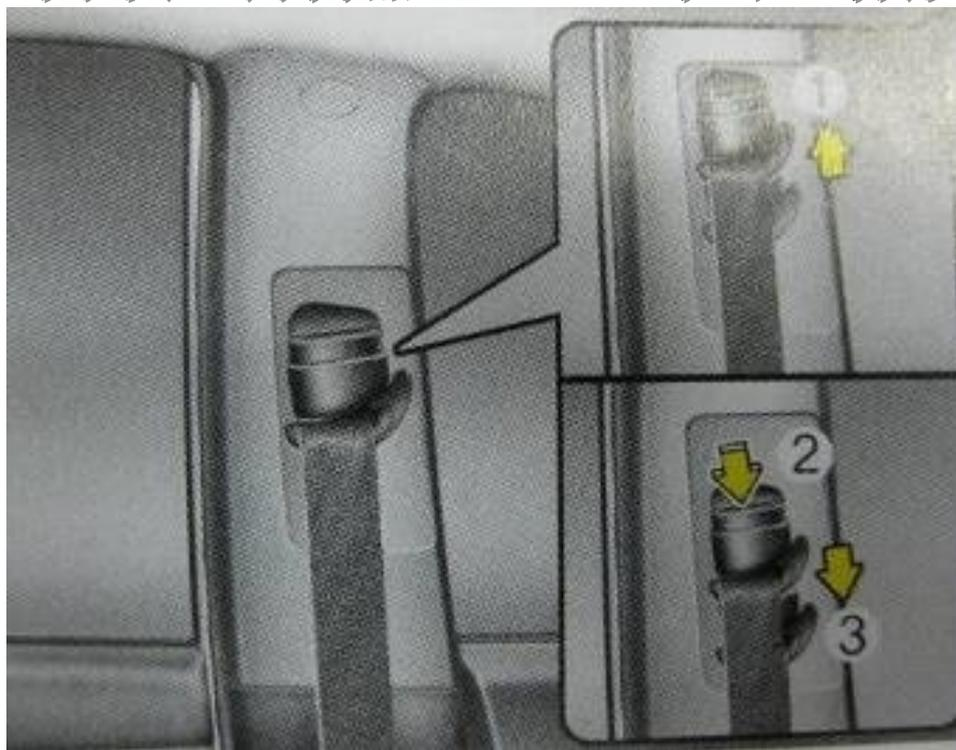

图6-86 安全带高度调整装置
- ❖ 要提高安全带高度调整装置，如图6-86所示向上推（1）即可，要降低安全带高度调整装置，按下高度调整器按钮（2）向下压调制器至（3）即可。释放按钮以锁定固定锚。